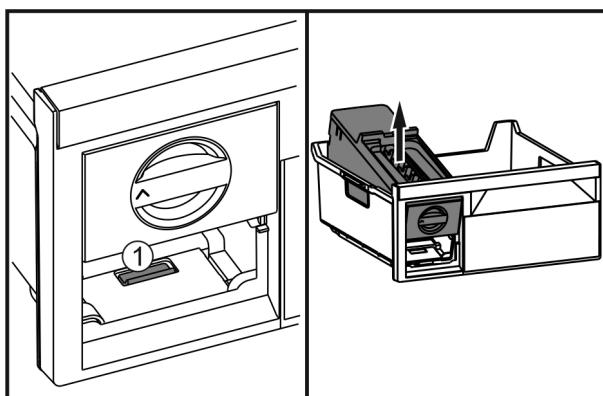

Fig. 40
- Stlačte západku Fig. 40 (1), EasyTwist-Ice ze zadu zvedněte a vyjměte z mrazicí zásuvky.